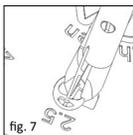

fig. 7
■ **fig. 7/8** For å lukke dekkplaten må man bruke lukketangen av titan (REF 8000137)! Med den lille lukketangen (REF 8000 137) bøyes bøylen innenfor protesens hodeplate rett, og dermed fikseres hodeplaten på protesens skaft (fig. 7). I denne forbindelse må man passe på at den korrekte bensiden av den lille lukketangen ligger inntil i korrekt posisjon på protesens hodeplate.